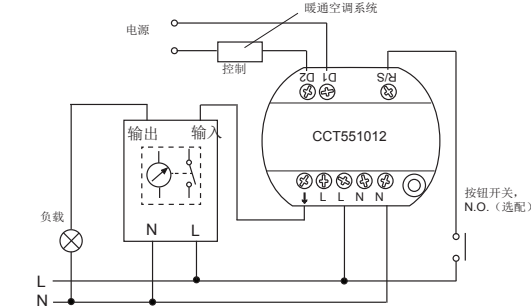

图 8. 传感器与楼梯定时器电路一起使用
3.2.2.2 R/S 端子提供了按钮的选配连接点。图 8 显示了如何将传感器与楼梯定时器电路相连。
3.3.3.2 从标准接线盒中拉出电缆 (见图 14)，然后将电缆包皮剥开 6 - 8 mm (用于接线)，参照接线图进行正确的电缆连接 (见图 3 - 图 8)。